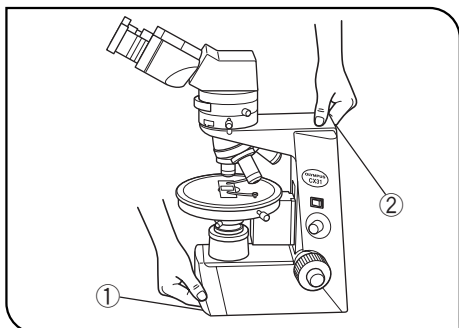

図 2
- ・顕微鏡移動時には、標本が落下し飛散する危険性がありますので、必ず標本を取外して、次頁図2位置に手を掛けて移動してください。
- 2) 光源ランプの交換は感電事故およびやけどを防止するため、必ずメインスイッチ①を●(OFF)にし、電源コードを背面の電源コネクタおよびコンセントから抜いてランプ交換ふた部②およびランプが十分冷えてから行ってください。
- 7) 通気口に金属片などを入れたままメインスイッチ①を| (ON)にすると感電や故障となりますので絶対に行わないでください。